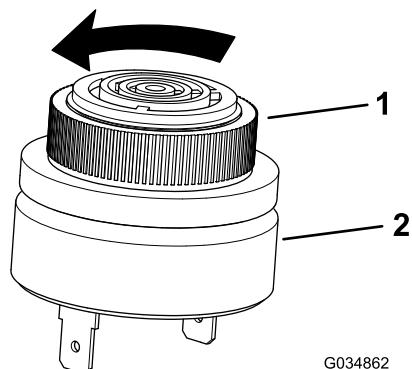

Figura 8
4. Svitate il tappo dall'allarme (Figura 8).